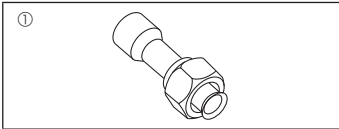

Fig. 1-1
- 1.6. Zubehör für die Außenanlage (Fig. 1-1) (SHW230)
- ① Verbindungsrohr.....x1